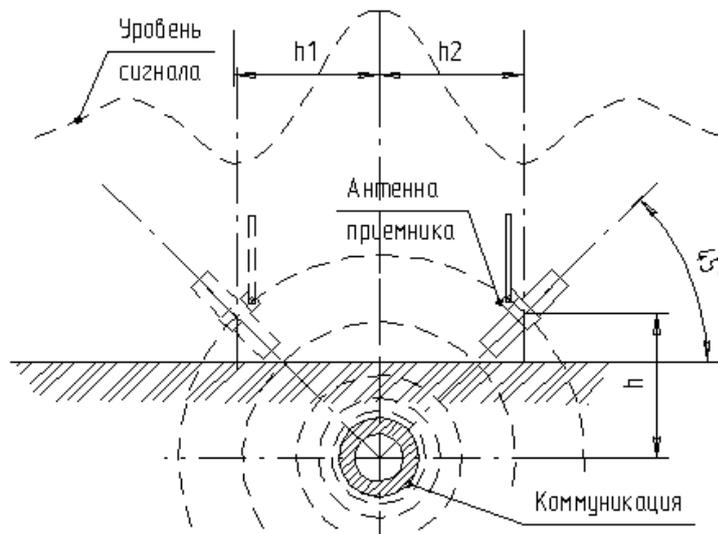

Рис.5. Схема определения глубины заложения.
5.2. Определение глубины залегания выполняется после установления местоположения оси коммуникации (рис.5). Для этого антенну располагают под углом 45 градусов к поверхности земли над точкой расположения оси трассы и удаляют приемник в направлении, перпендикулярном оси трассы до точки над поверхностью земли, где сигнал имеет минимум. Расстояние от точки над осью трассы до точки минимума сигнала равняется глубине залегания от поверхности земли до центра оси коммуникации. Для получения более достоверного значения глубины залегания антенну следует располагать у самой поверхности земли. Для уточнения глубины измерения можно повторить с другой стороны трассы. Если два полученных размера заметно не совпадают, то это может свидетельствовать об искажении формы магнитного поля при непрямолинейном расположении самой трассы или при наличии рядом расположенных электропроводных или с высокой магнитной проводимостью объектов. В условиях искаженного магнитного поля сигнальной частоты точные геометрические построения методами магнитной локации невозможны.